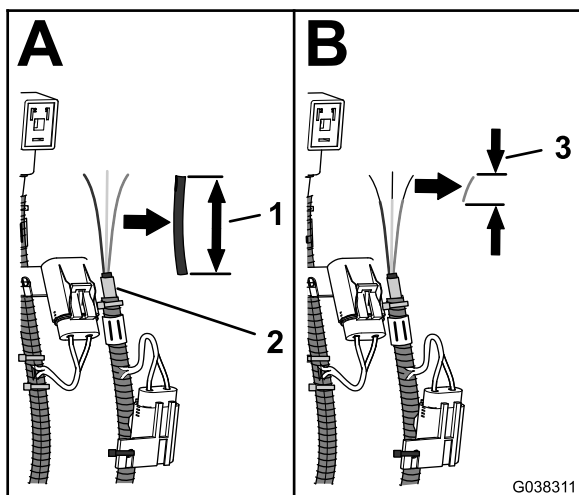

Рисунок 33
6. Срежьте оболочку жгута проводов соединителя DIN длиной 70 мм (Рисунок 33).
7. Снимите часть изоляции на отрезке длиной 8 мм с 3 проводов жгута проводов соединителя DIN (Рисунок 33).